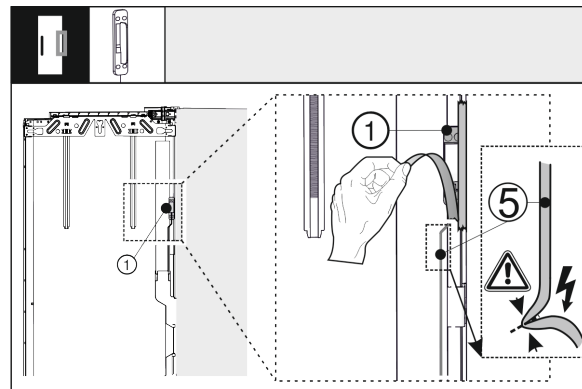

Fig. 39
- Uvolněte senzor klepání Fig. 39 (1) z vnějších dveří. Nepoškodte spojovací kabel Fig. 39 (5).